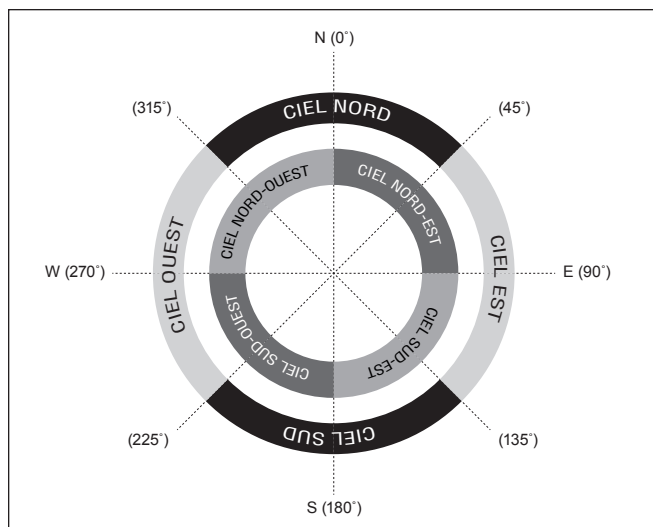

Figure 2. Régions directionnelles du ciel utilisées dans la méthode d'alignement « Brightest Star ».
2. La télécommande affiche "Select Region" [Sélectionner une région]. En vous référant à la **figure 2**, choisissez la région qui correspond à l'endroit où vous voyez l'étoile la plus brillante dans le ciel. Il peut être utile d'utiliser une boussole pour vous repérer au cours de ce processus. Vous avez le choix parmi huit régions se chevauchant, chacune couvrant un éventail de 90 degrés dans l'azimut. La direction que vous choisissez n'affecte que votre sélection des étoiles d'alignement ; une fois l'alignement terminé, vous pourrez toujours observer les étoiles de votre choix dans tout le ciel.